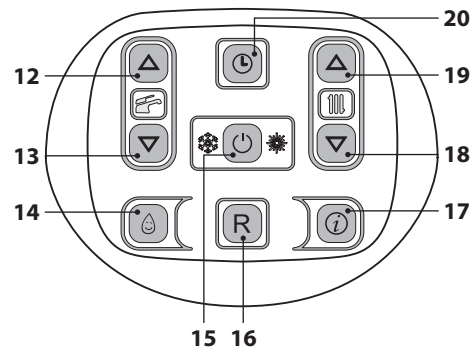

Figura 2.7
- Mantenga pulsado durante 2 segundos el botón 15 hasta que aparezca en el display el símbolo  Figura 2.7.
La temperatura del agua caliente de impulsión de la calefacción puede regularse mediante los botones 18 (reducción) y 19 (aumento) (Figura 2.7) entre un mínimo de aproximadamente 25°C y un máximo de aproximadamente 85°C. La primera vez que se pulsa uno de los dos botones se muestra el valor de "consigna", la segunda vez se puede modificar.
De todas formas, si la temperatura ambiente no fuera agradable, se puede aumentar o disminuir la temperatura de impulsión de la instalación de calefacción en $\pm 15^\circ\text{C}$ usando los botones 18 (reducción) y 19 (aumento) (Figura 2.7).
La temperatura del agua caliente sanitaria puede regularse mediante los botones 12 (aumento) y 13 (reducción) (Figura 2.7) entre un mínimo de aproximadamente 35°C y un máximo de aproximadamente 60°C. La primera vez que se pulsa uno de los dos botones se muestra el valor de "consigna", la segunda vez se puede modificar.